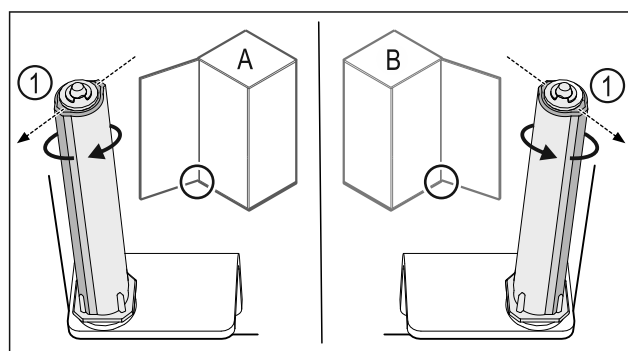

Fig. 29 Venstreanslag (A) / Højreanslag (B)
- ▶ Drej lukkesystemet mod modstanden, indtil lukkesystemets forbindelsesdel Fig. 29 (1) peger udad.